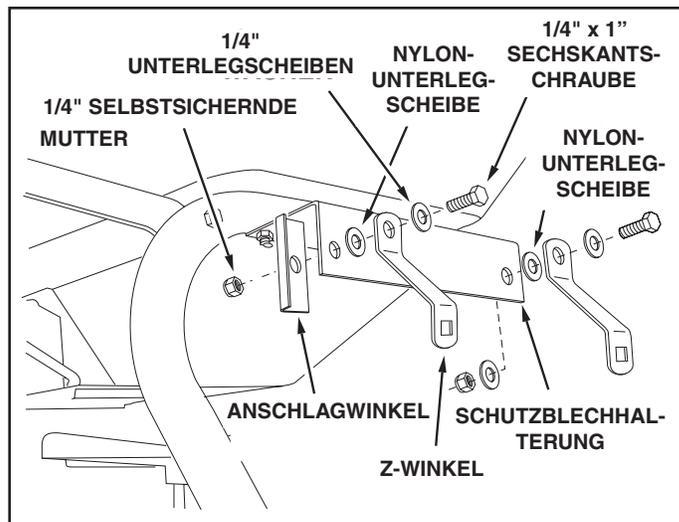

ABBILDUNG 12
22. Befestigen Sie einen Anschlagwinkel und einen Z-Winkel mit einer 1/4" x 1" Sechskantschraube, zwei 1/4" Unterlegscheiben, einer Nylon-Unterlegscheibe und einer 1/4" selbstsichernden Mutter am hinteren Loch im rechten Schutzblech. Platzieren Sie den Anschlagwinkel an der Innenseite und den Z-Winkel an der Außenseite. **Ziehen** tSie die Mutter soweit **fest**, dass der Z-Winkel frei schwenkbar ist. Siehe Abbildung 12. Wiederholen Sie die Schritte für die linke Schutzabdeckung.
23. Befestigen Sie einen Z-Winkel mit einer 1/4" x 1" Sechskantschraube, zwei 1/4" Unterlegscheiben, einer Nylon-Unterlegscheibe und einer 1/4" selbstsichernden Mutter am vorderen Loch im rechten Schutzblech. **Ziehen** tSie die Mutter soweit **fest**, dass der Z-Winkel frei schwenkbar ist. Siehe Abbildung 12. Wiederholen Sie die Schritte für die linke Schutzabdeckung.